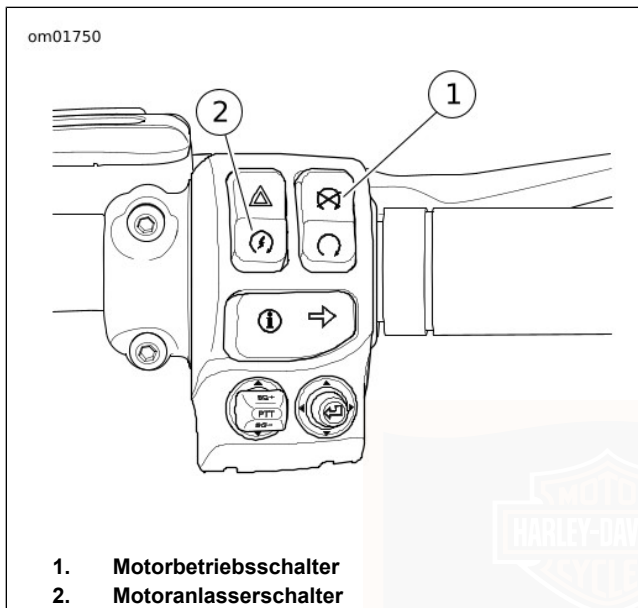

Abbildung 35. Bedienelemente am rechten Lenker
2. Siehe Abbildung 35. In Anwesenheit eines zugewiesenen Sicherheitssystem-Schlüsselanhängers den Motorbetriebsschalter in BETRIEB-Stellung drehen.